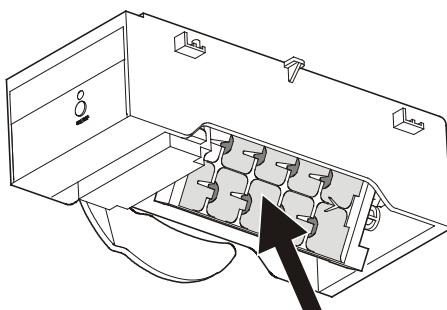

Figura 21
- A continuación, debe vaciarse la bandeja del fabricador de hielo (**Figura 21**). Vea el capítulo “El fabricador de hielo durante las vacaciones” para obtener más información.
Si sale de vacaciones por un período largo, la cubitera del fabricador de hielo (flecha en la *Figura 21*) debe vaciarse.
La cubitera del fabricador de hielo rota hacia abajo. Cuando aparece la temperatura interior en la pantalla, la cubitera se encuentra en la posición hacia abajo (*Figura 21*) y el fabricador de hielo se apaga automáticamente.